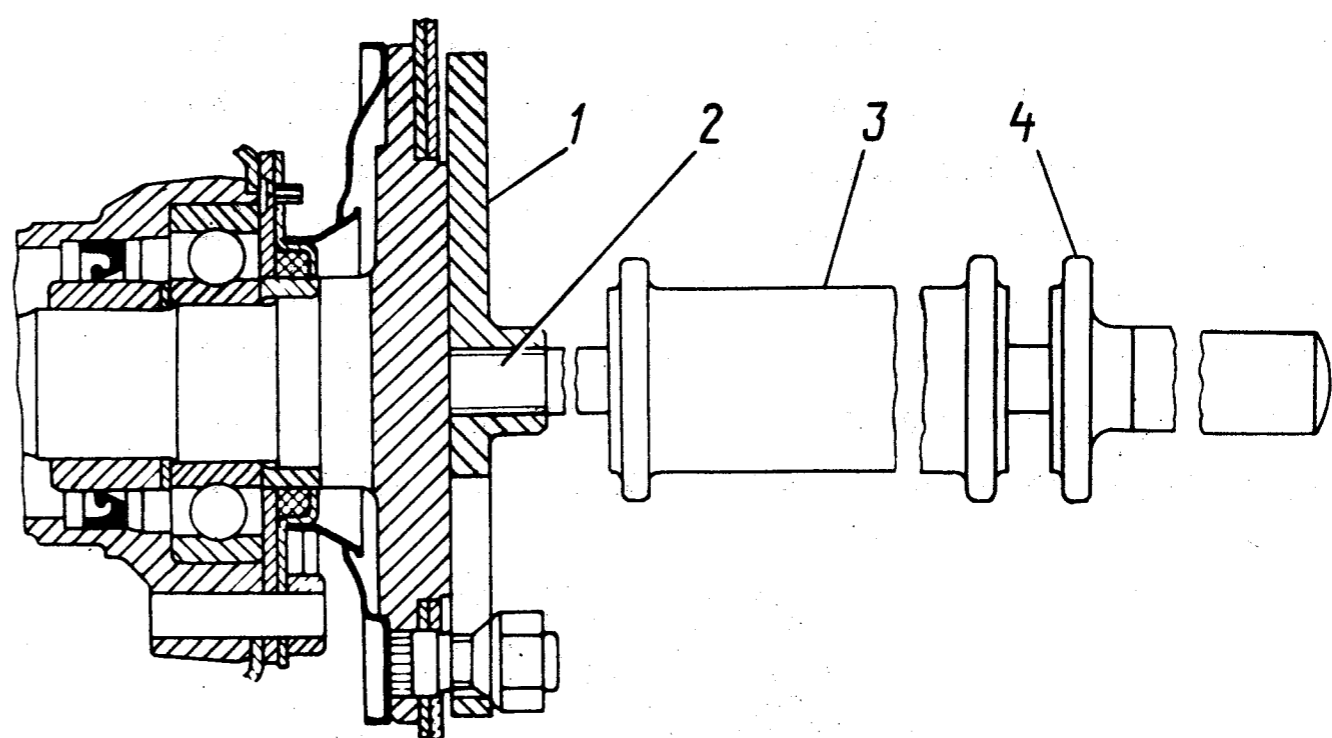

Рис. 123. Выпрессовка полуоси съемником 7823-6091:
3. Отвернуть четыре болта 10 (см. рис. 121) и закрепить фланец 1 (рис. 123) приспособления 7823-6091 на фланце полуоси гайками крепления колеса. Во фланец 1 ввернуть шпильку 2 с бойком и ручкой от съемника 7823-6090. Придерживая съемник за ручку 4 ударами бойка 3 выпрессовать полуось. При значительном износе барабанов затруднение при вынимании полуосей происходит из-за задевания тормозных колодок. В этом случае надо поступать так, как указано в разделе "Особенности технического обслуживания и ремонт тормозной системы".